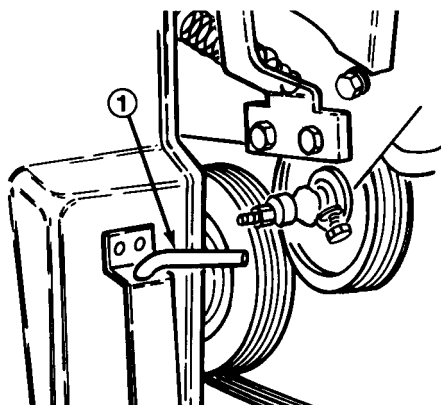

Fig. 16
- Ta omstøtningsstiften av oppbevaringsbraketten foran på kjernehodekselet (fig. 16).
1. Ta omstøtningsstiften fra oppbevaringsbraketten foran på kjernehodets deksel (fig. 16).